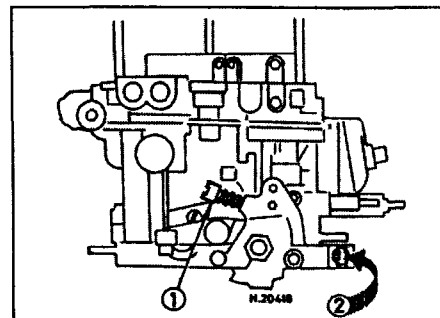

Рис. 4.3 Местоположение винтов регулировки холостого хода
- 3 Отрегулируйте холостые обороты (рис. 4.3).